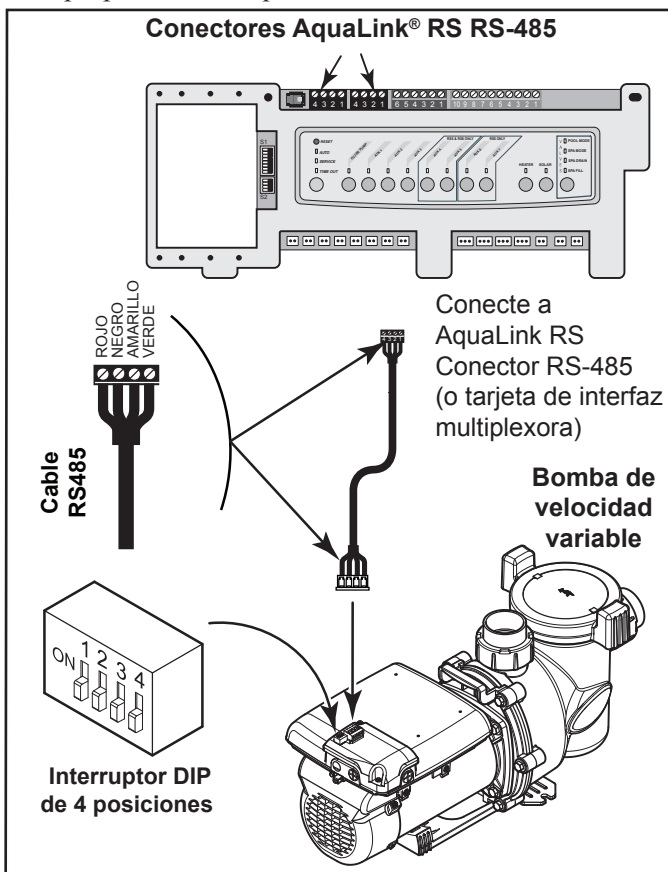

Figura 10. Cableado del controlador AquaLink RS o AquaLink PDA a la bomba VS-FHP2.0
- Para la VS-FHP2.0, deslice los interruptores DIP 1 y 2 hacia abajo para que queden en la posición "OFF" (apagado). Véase la Figura 10.
- Conecte el otro extremo del cable al conector RS-485 en el AquaLink® RS (o tarjeta de interfaz multiplexora), haciendo coincidir los colores de los cables con las posiciones del conector de la siguiente manera: 1-rojo, 2-negro, 3-amarillo y 4-verde. Véase la Figura 10 y léase la Sección 3.3.